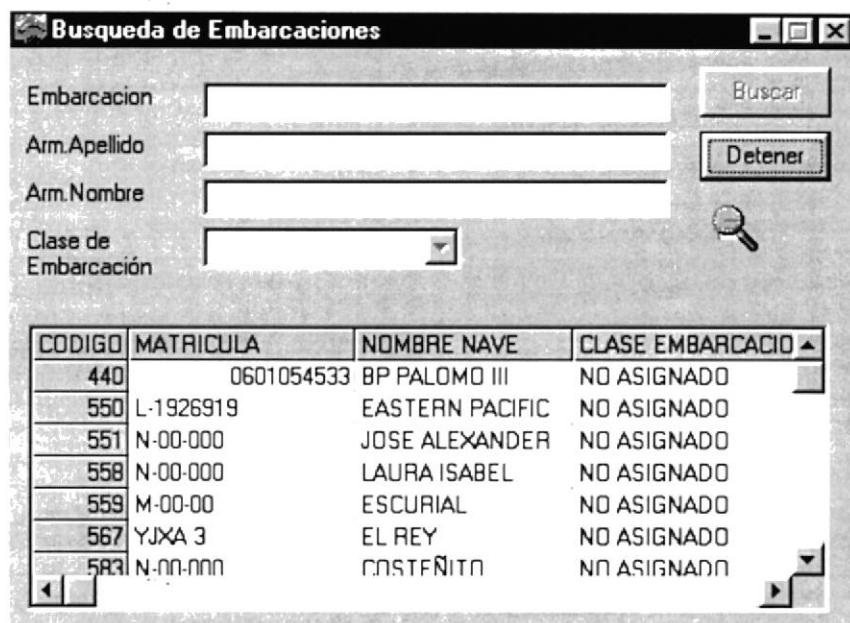

Figura 13.1 Pantalla Búsqueda de Embarcaciones
1. Si desea buscar a todas las Embarcaciones sin importar el nombre y Apellidos de su propietario y su Clase (ver figura 13.1) de un click en el botón **Buscar**, automáticamente se llenarán un FlexGrid con la información solicitada.
3. Si no desea buscar mas Embarcaciones de click en el botón **Detener**. (ver figura 13.1)